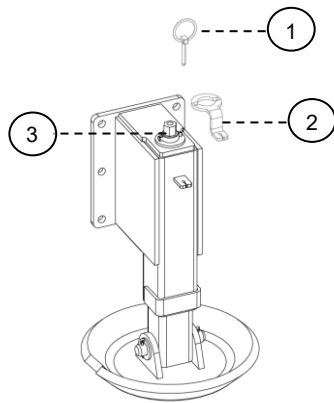
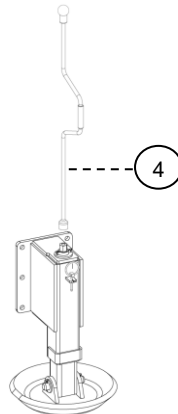
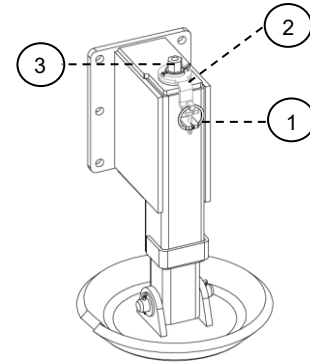

Abb. 8
Abb. 9
Abb. 10
Der VPX-Keilpflug ist mit zwei Stütztellern ausgestattet, die mittels einer Kurbel (Größe NV19) in die gewünschte Position gebracht werden können. Bauen Sie vor dem Einstellen der Höhe den Ringsplint (1) und das Schließblech (2) von der Einstellschraube (3) ab – siehe Abb. 8. Verstellen Sie die Höhe mithilfe der Kurbel (4)  $360^\circ = 5 \text{ mm}$  – siehe Abb. 9. Bringen Sie nach dem Einstellen der Höhe das Schließblech (2) und den Sicherungssplint (1) wieder an, um die Einstellschraube (3) zu fixieren – siehe Abb. 10.